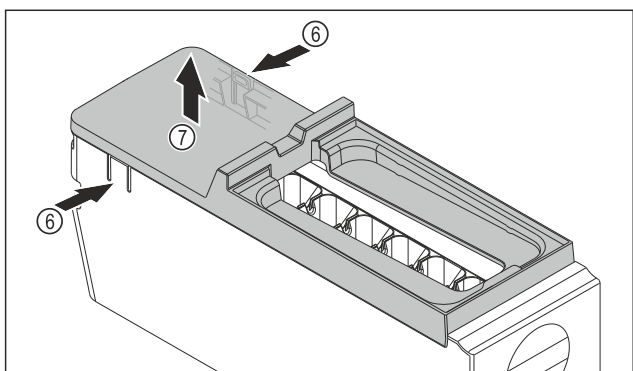

Fig. 132
- ▶ Vyjmutí krytu korpusu EasyTwist-Ice: Lamely Fig. 132 (6) na obou stranách korpusu EasyTwist-Ice stlačte jednou rukou.
- ▶ Kryt Fig. 132 (7) vyjměte druhou rukou nahoru.